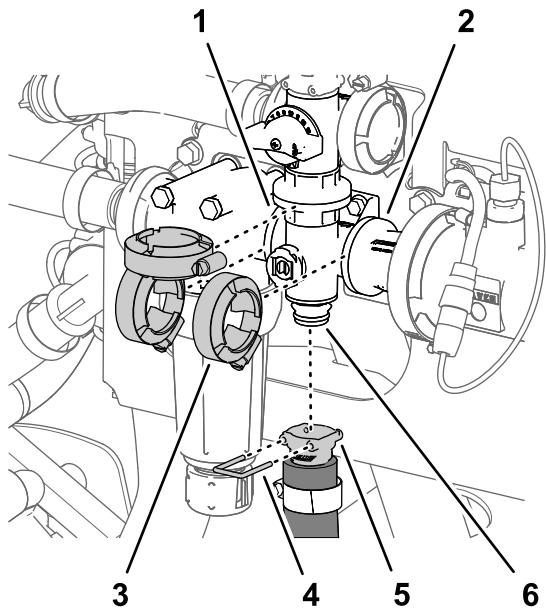

Figura 108
1. Retire la grapa que sujeta el acoplamiento rápido de la manguera de agitación al distribuidor de la válvula de agitación (Figura 108).
2. Retire las 3 bridas de fijación que sujetan el distribuidor de la válvula de agitación a las bridas de la cabeza del filtro de presión y el adaptador de acoplamiento (Figura 108).